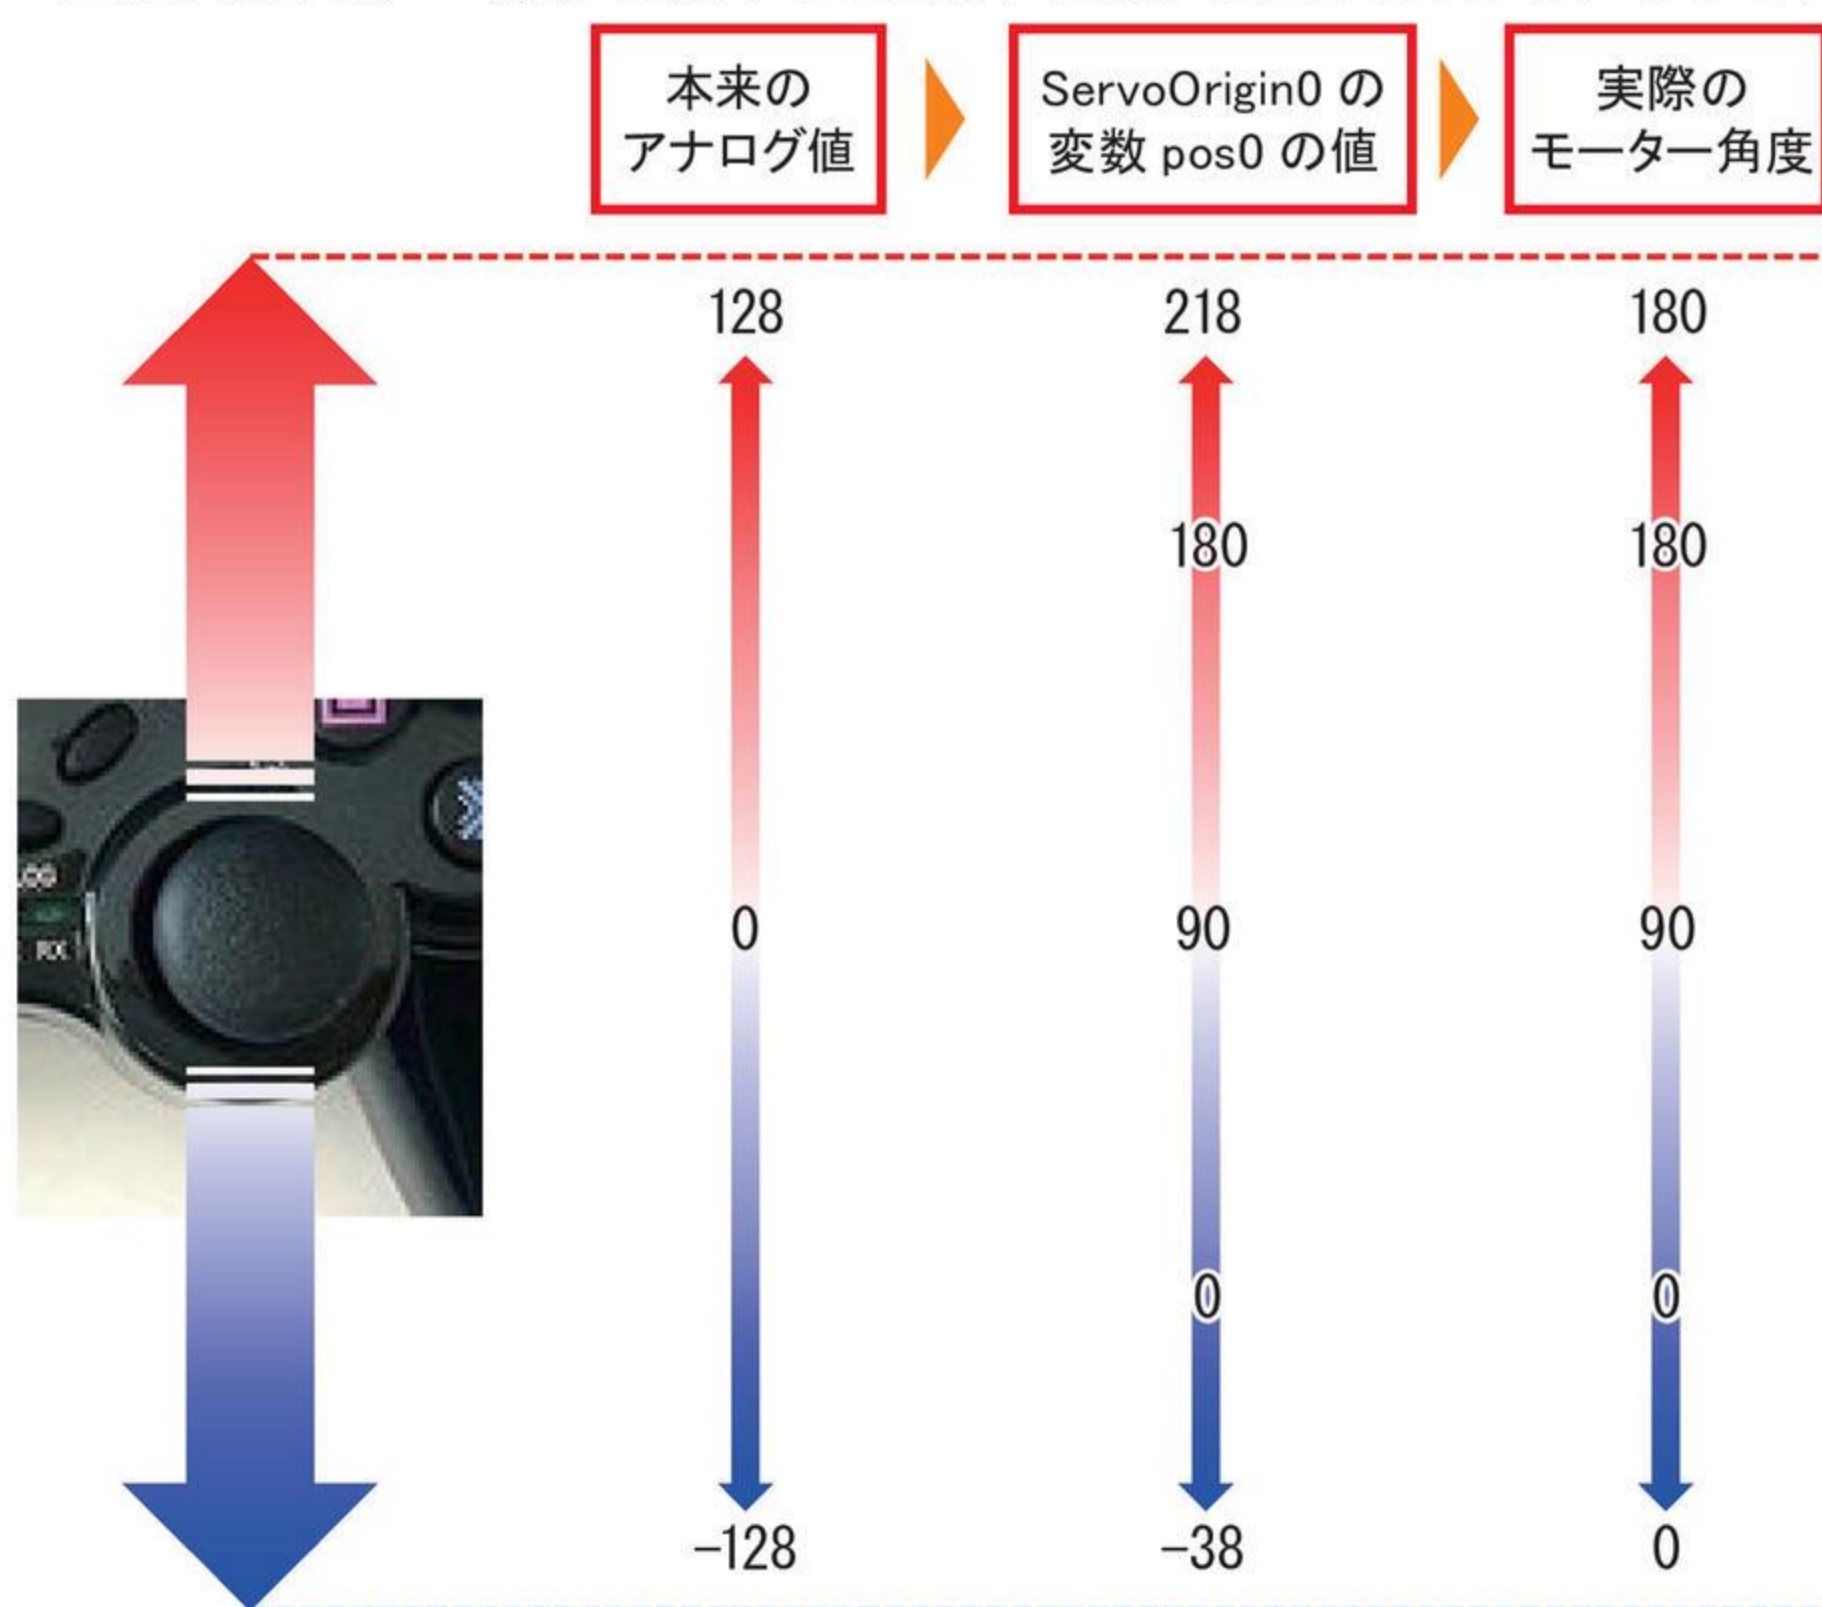

図2-2 アナログスティックの値を角度指令値に変換する
-38 ~ +218の範囲^{はんい}を0 ~ 180に変換するときは、正確には図2-2のようになっています。